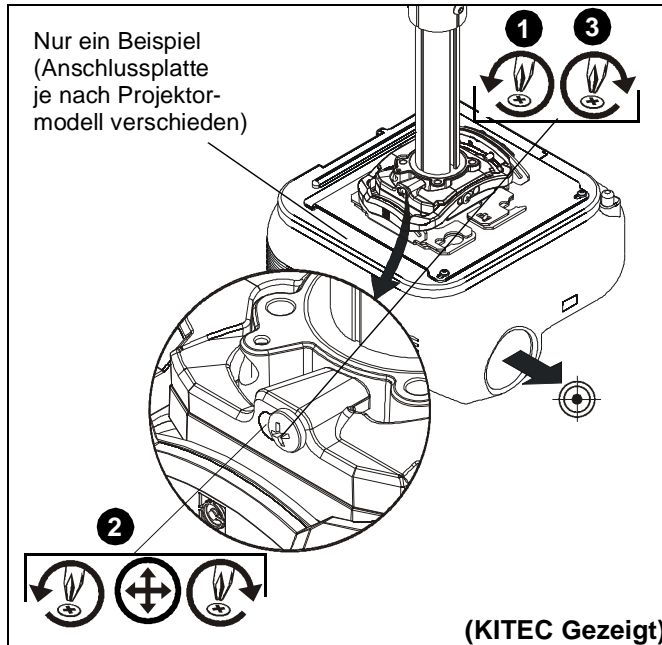

Abb. 23
1. Lösen Sie die Feststellschraube für die Einstellung der Drehung um die HÖHENACHSE mit einem Nr. 2-Kreuzschlitzschraubendreher. (Siehe Abb. 23)
2. Drehen Sie die Mikro-Justierschraube zur Einstellung der Drehung um die HÖHENACHSE mit einem Nr. 2-Kreuzschlitzschraubendreher nach rechts oder links, bis das Bild auf dem Ziel korrekt ausgerichtet ist. (Siehe Abb. 23)
3. Ziehen Sie die Feststellschraube für die Einstellung der Drehung um die HÖHENACHSE mit einem Nr. 2-Kreuzschlitzschraubendreher fest. (Siehe Abb. 23)